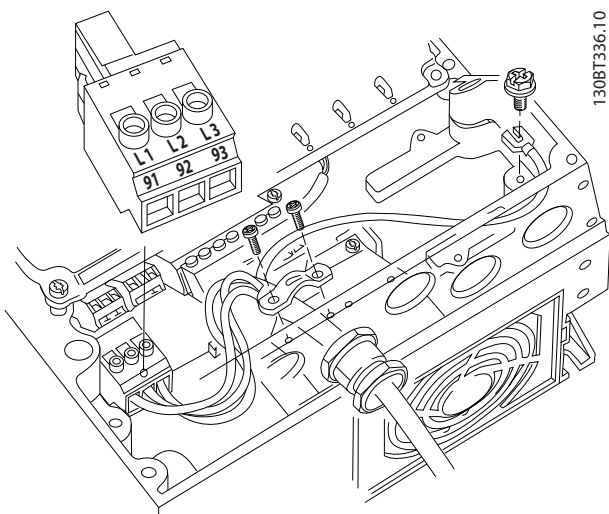

图 4.9 连接到交流主电源
1. 将三相交流输入电源线路连接至端子 L1、L2、L3（如图 4.9 所示）。